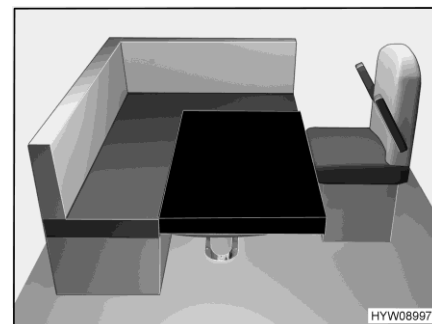

Bild 80 Efter ombyggnaden
- Lägg extra dynan som det Bild 80 visas på bordet. Det avrundade hörnet visar framåt till höger.